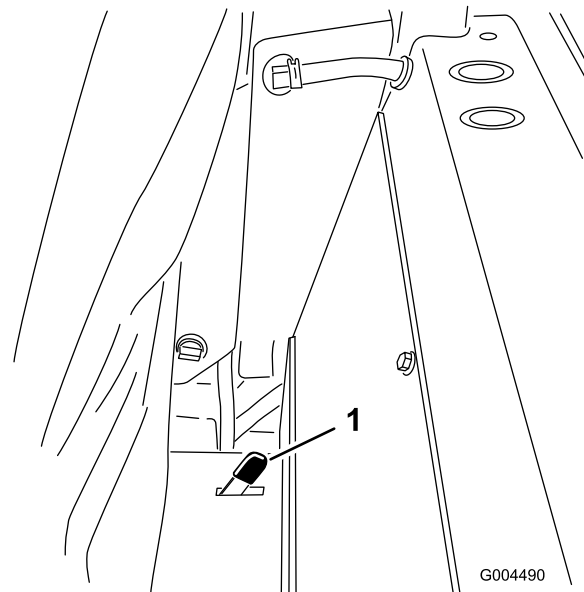

Bild 34
2. Drücken Sie eine der Sitzlaschen, die sich hinter und an der Seite des Sitzes befinden, nach hinten, um den Sitz zu entriegeln und ziehen Sie den Sitz oben nach vorne (Bild 34).